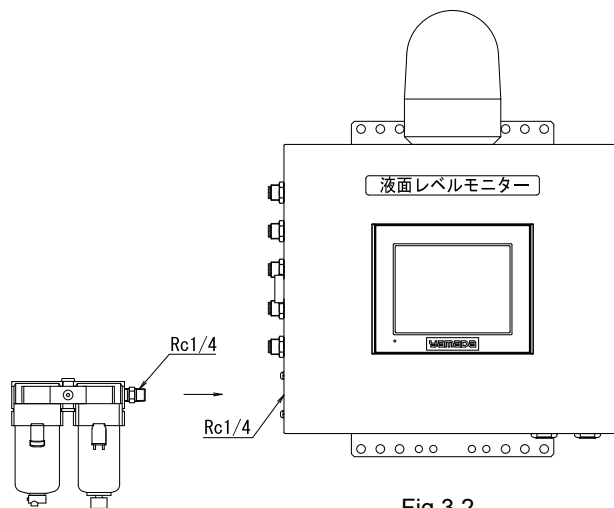

Fig.3.2
- 1) 警告盤にフィルタクミタテ（付属品）を接続してください。（Fig.3.2）